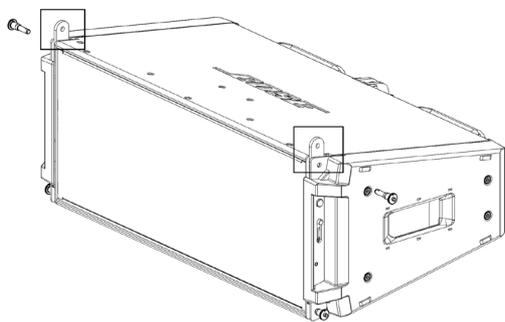

図1. モジュール連結用のリンクを上げる
7. モジュール連結用のリンクを準備します: ピンを外し、リンクスイッチをSTOW位置からLINK位置にスライドさせ、ピンを差し直します。図1を参照してください。